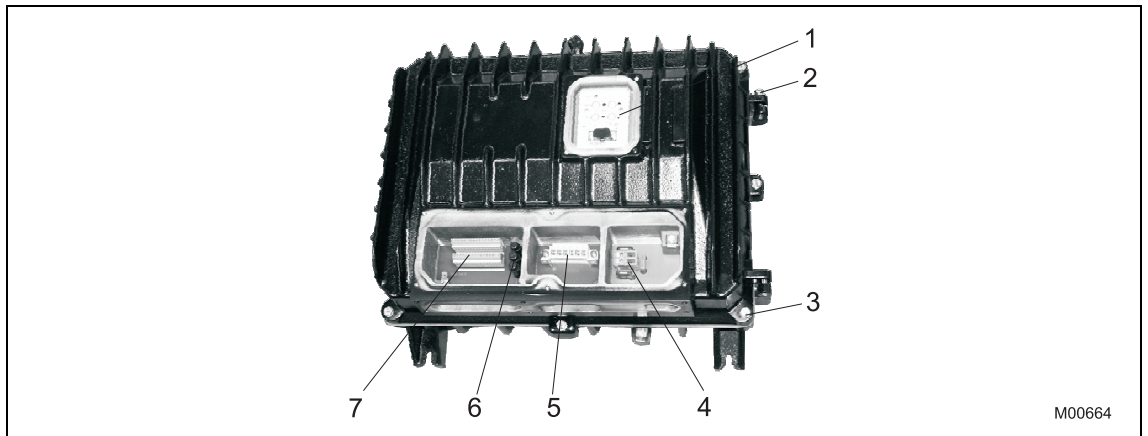

Рис. 10: Отсек подключения
2. Вывинтить болты крышки (Рис. 10).
6. Шарнирные болты крышки (Рис. 10).
3. Закрыть корпус и завинтить болты крышки (Рис. 10).